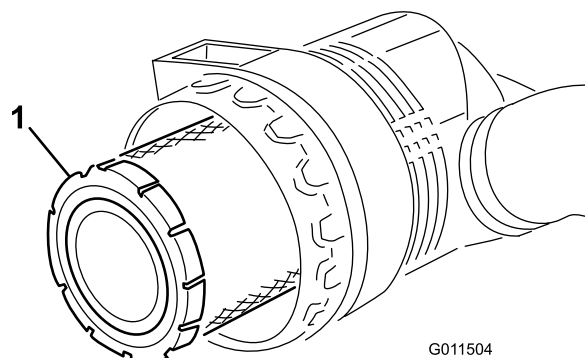

Figure 74
5. Déposez et remplacez le préfiltre (Figure 74).